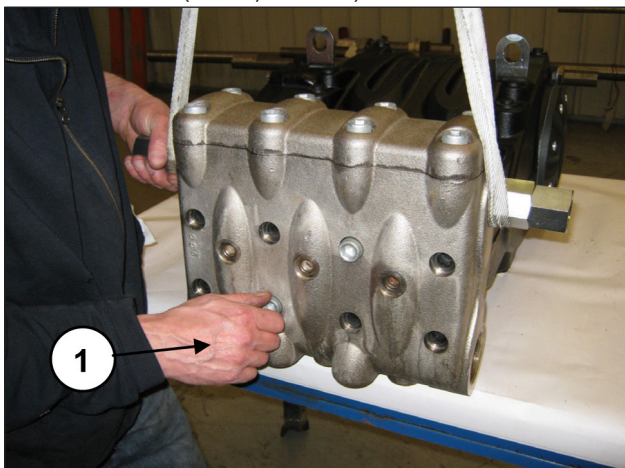
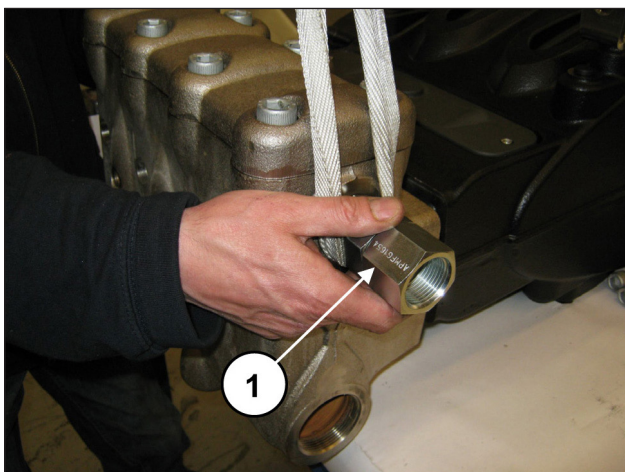

Abb. 107
Abb. 108
Beenden Sie den Ausbau, indem Sie die frontseitigen Verschlüsse G1/4" am Kopf abnehmen. Sie können nun den Kopf vom Pumpengehäuse durch Lösen der 8 Schrauben M16x180 demontieren (Pos. ①, Abb. 107). Achten Sie beim Ausbau des Kopfs darauf, nicht gegen die Kolben zu stoßen (Pos. ①, Abb. 108).